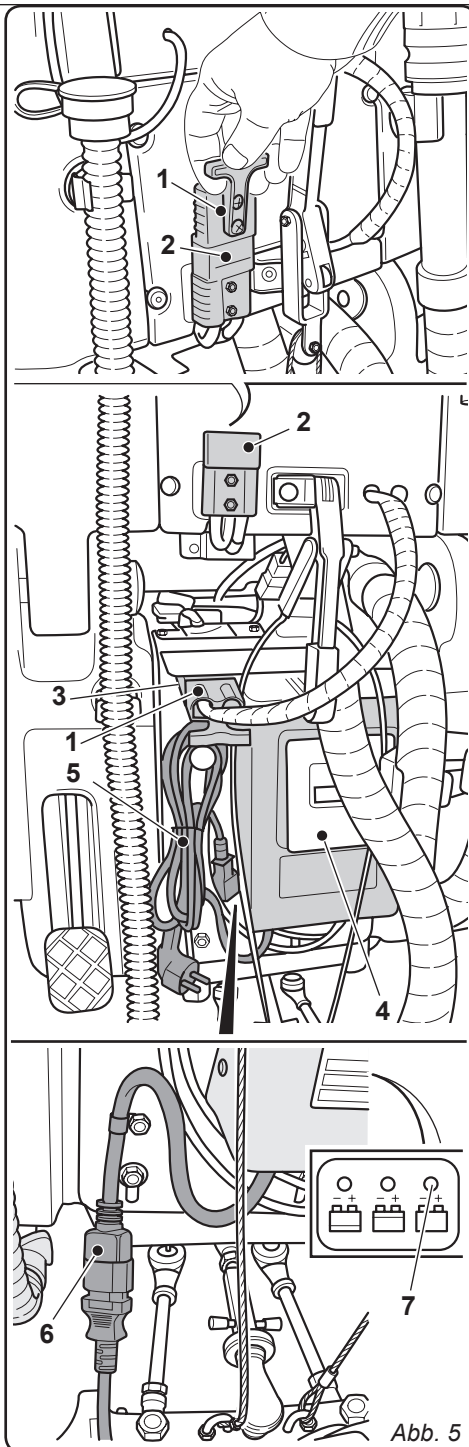

Abb. 5
4.1.a - Aufladen der Batterie durch Bordaufladegerät (wenn vorhanden) (Abb. 5)
- Ziehen sie den Stecker (1) der Batterie aus der Steckdose (2) der Anlage.
- Verbinden Sie den Stecker (1) der Batterie mit der Steckdose (3) des Bordladegeräts (4).
- Nehmen Sie das Kabel (5) vom Haken und verbinden Sie es mit dem Steckanschluss (6) der Maschine. Danach stecken Sie das andere Ende in die Netzsteckdose.